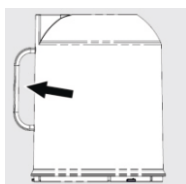

Рис. 17
4. Витрусіть сміття з мішка у відро для сміття, тримаючи його за ручку (рис. 17).